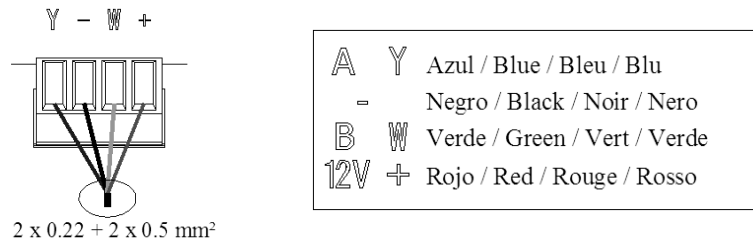

Fig. 22
El termostato se conecta mediante una borna de 4 pines ^⑥. Para ello fije el cable con los tornillos de la borna, **respetando el código de colores asociado a la serigrafía** (Fig. 22). Recuerde que la longitud máxima recomendada para la conexión módulo –termostato es de 40 metros.